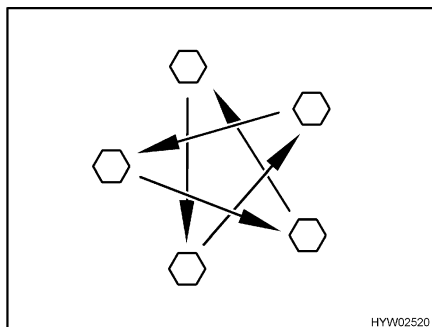

Fig. 111 Serrer en croix les écrous ou les boulons de roue
- Vérifier régulièrement le serrage des écrous ou des boulons de roues. Reserrer alternativement et en croix (Fig. 111) tous les écrous ou les boulons de roue 50 km après le changement d'une roue.